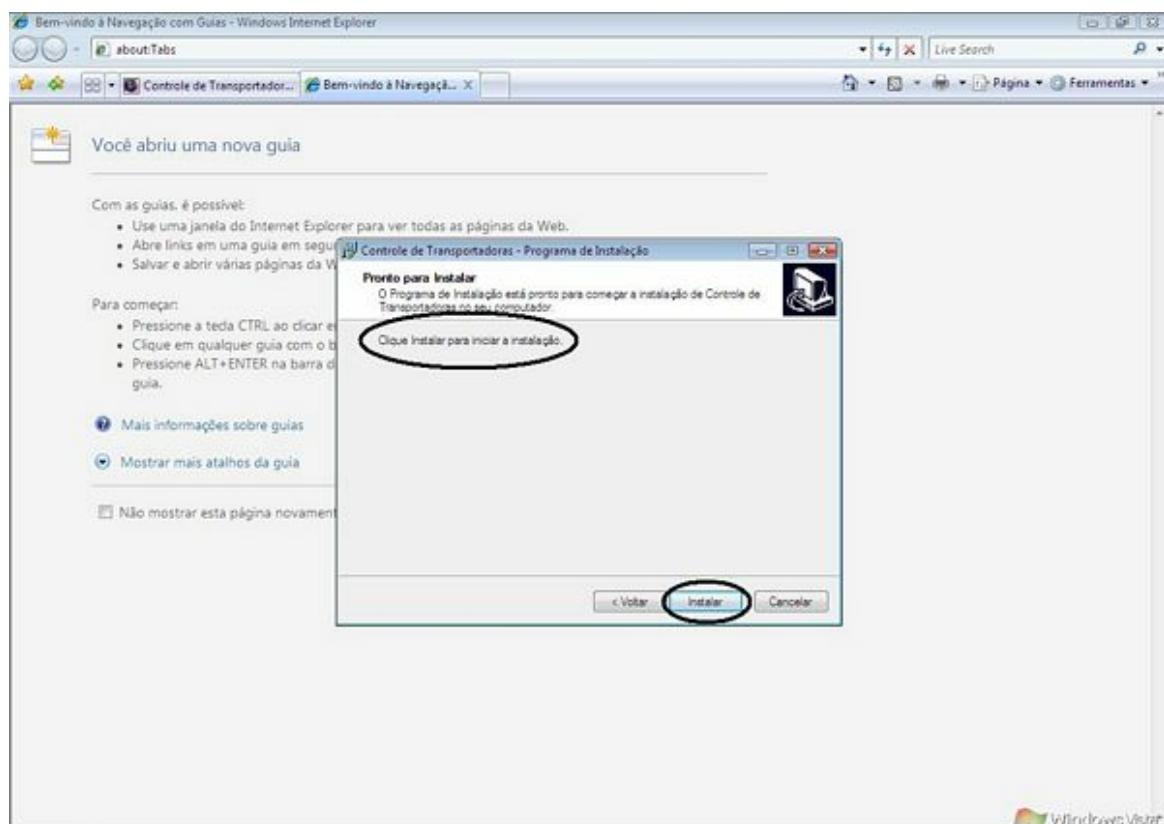

Fig. 06
- Logo após clicamos em "Instalar", (como mostra a Fig. 06):